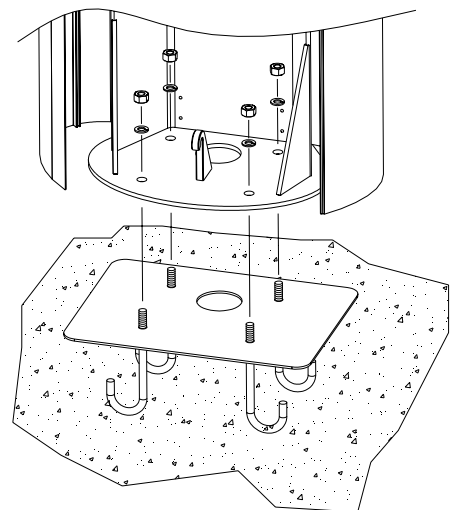

Abb. 4
- Die Gehäuseflügel öffnen; die Schranke auf der Fundamentplatte aufstellen, dabei die Gewindebolzen den vorbereiteten Bohrungen anpassen; die Schranke durch Aufschieben der Mutter M10 auf die entsprechen Bolzen, befestigen (Abb.4).